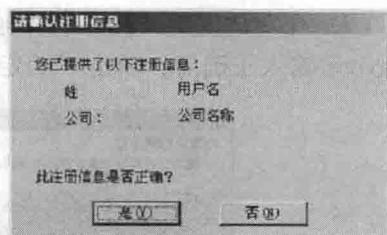

图 2-5 确认用户信息
(6) 请输入“姓名”和“公司名称”。单击“上一步”按钮返回上一个对话框；单击“取消”按钮退出安装程序；单击“下一步”按钮弹出“请确认注册信息”对话框，如图 2-5 所示。